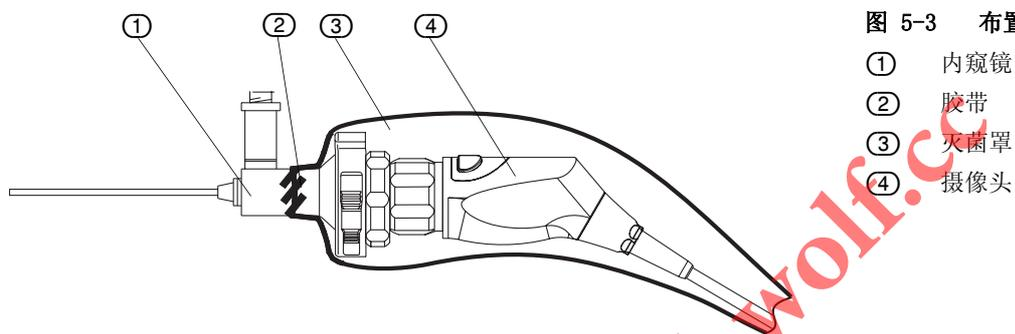

图 5-3 布置 / 固定：灭菌罩
用胶带 ② 将灭菌罩 ③ 粘固在内窥镜 ① 上（见 图 5-3 布置 / 固定：灭菌罩 ）。请注意灭菌罩制造商的规定。